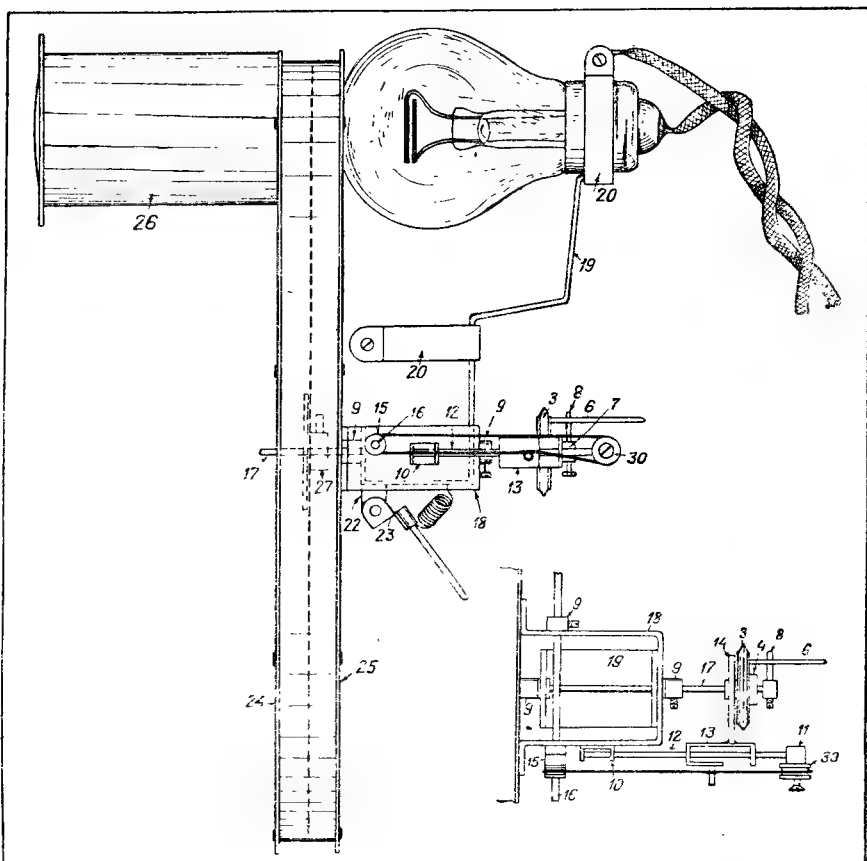

Рис. 4. Монтажная схема телевизора
Сборку телевизора нужно производить, руководствуясь чертежом, приведенным на рис. 4. Удобнее всего начать с сборки колесика сцепления (3).
Вид механизма сверху показан на рис. 4. На этом рисунке детали занумерованы так же, как и на рис. 3. Ось диска Нипкова пропускается сквозь подшипники, на нее надеваются муфта (9) и колесико сцепления, так чтобы вилка (14) зашла в
Пятачковая неоновая лампа помещается в ламподержателе (20) и закрепляется в нем при помощи болта. На рис. 4 показано дополнительное положение ламподержателя (20) для применения сигнальной неоновой лампы с прямоугольными электронами.